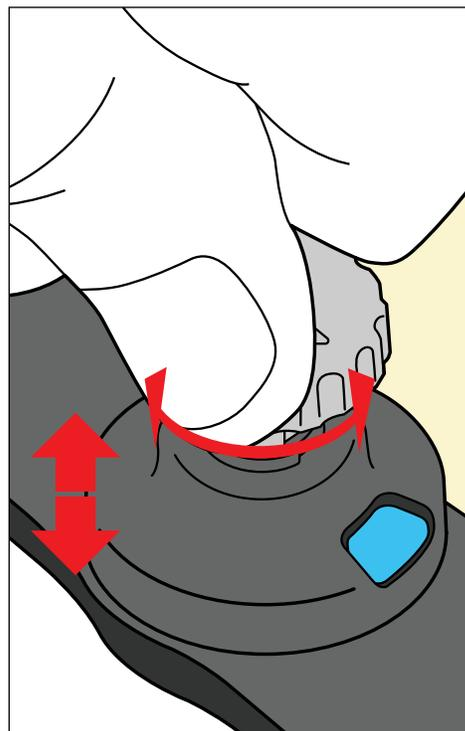

図25
2. ピンを回転して、セットアップシートに従ってシムを希望する高さに設定します。シムは時計回りに回転すると高くなり、反時計回りに回転させると低くなります。(図25)
4. シムの調整が必要な場合は、ピンを解除し、ピンを回転してシムを希望する高さに設定してから再度ピンをはめ込みます。各シムの高さは、個別に調整できます。(図25)